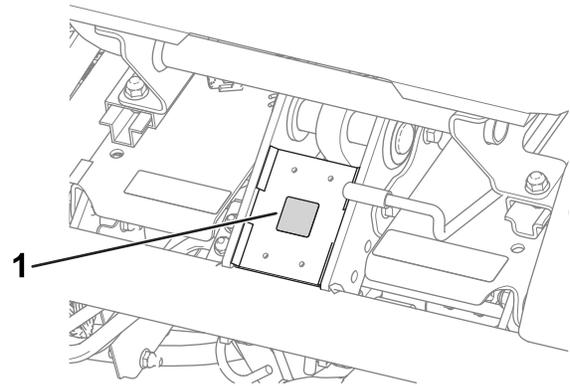

Figura 8
- Coloque la pegatina con marca CE (pieza N.º 93-7252) en el bastidor debajo de la parte delantera del asiento (Figura 8).